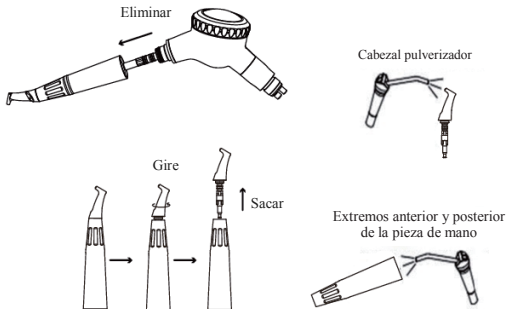

Figura 10 Diagrama esquemático de la limpieza de la pieza de mano
- ① Retire la pieza de mano de la pieza de mano de pulido neumático dental, desenrosque el cabezal pulverizador y extraígallo, como se muestra en la figura 10;
- ② Apunte la pistola de aire comprimido a la boquilla y sople el polvo del interior de la boquilla;
- ③ Utilice una pistola de aire para soplar los extremos delantero y trasero de la pieza de mano para limpiar la humedad restante en la pieza de mano.
- ④ Si el cabezal rociador está bloqueado, utilice la aguja para limpiarlo.